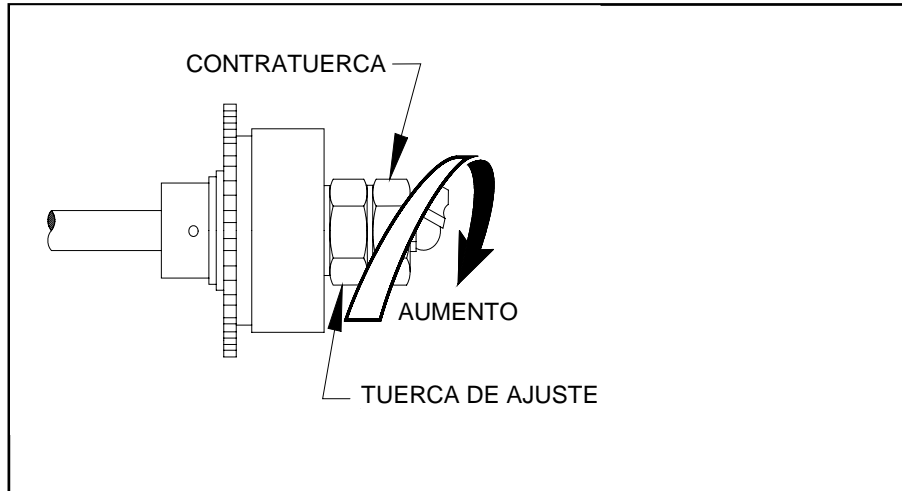

FIGURA 4-19: AJUSTE DEL EMBRAGUE LIMITADOR DEL PAR DE MOTOR
- 1) Consulte la **Figura 4-19**. En el caso de que se necesite ajustar el embrague haga lo siguiente: